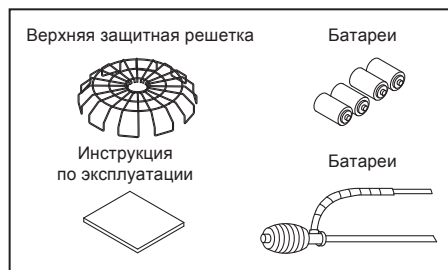

Рис.2
1. ИЗВЛЕКИТЕ ОБОГРЕВАТЕЛЬ И ВСЕ УПАКОВОЧНЫЕ МАТЕРИАЛЫ ИЗ КОРОБКИ (Рис.2)